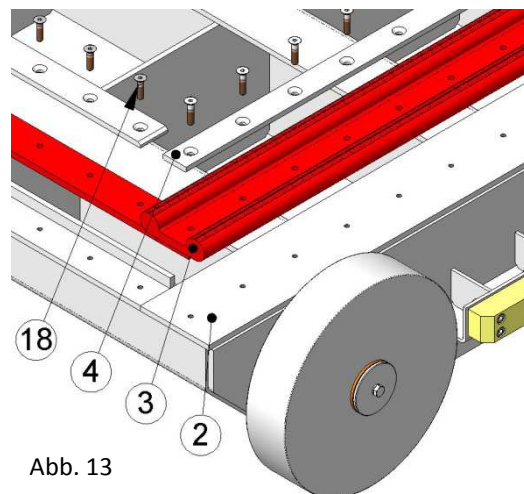

Abb. 13
6. Die Flansche (4), welche die Dichtung (3) befestigen, erneut anbringen. Es ist wichtig, dass sowohl die seitlichen wie auch die obere Dichtung die untere Seite der Schieberplatte (1) um ca. 5 mm überragen damit die untere Schließung korrekt funktioniert. Überprüfen, ob die Flansche korrekt montiert wurden und sie anschließend anschrauben.
**Anmerkung:** Die Nummern in Klammern beziehen sich auf die Abb. 13.